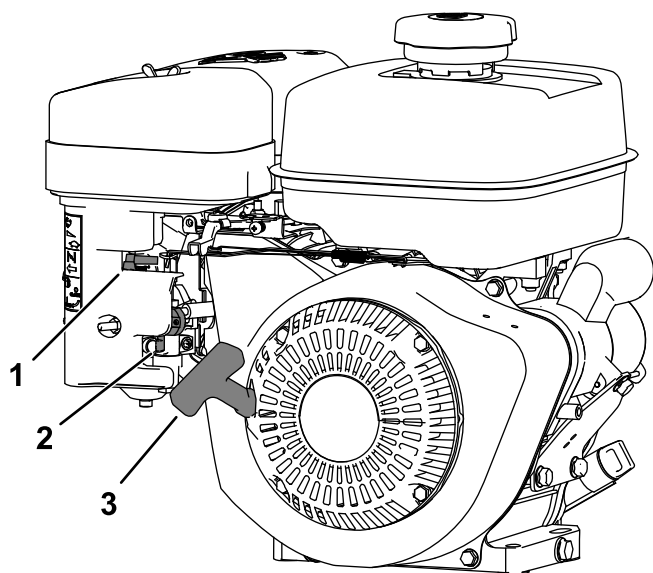

Figura 8
A alavanca do ar encontra-se no lado esquerdo da consola de controlo; utiliza-se para ajudar a arrancar um motor frio (Figura 8).
A válvula de corte de combustível encontra-se no lado direito frontal do motor, por baixo do depósito de combustível (Figura 8).
3. Limpe a zona em redor da tampa do depósito de combustível e retire-a (Figura 8).
4. Encha o depósito com combustível (Figura 8) até 6 a 13 mm da parte superior do depósito. **Não encha até ao tubo de enchimento do depósito.**